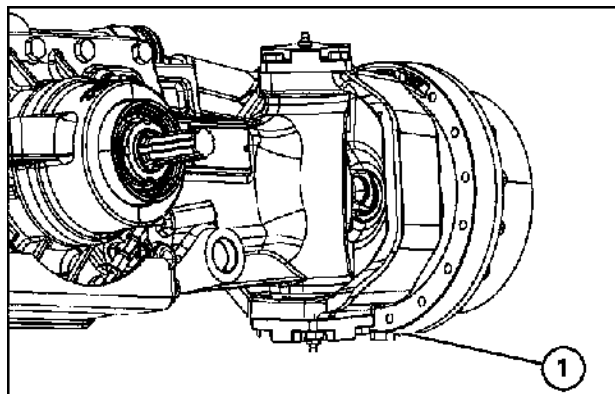

Рис. 7-72
1. Остановите трактор на ровной площадке и колесные редуктора так, чтобы пробка (1 — рис. 7-72) оказалась внизу.